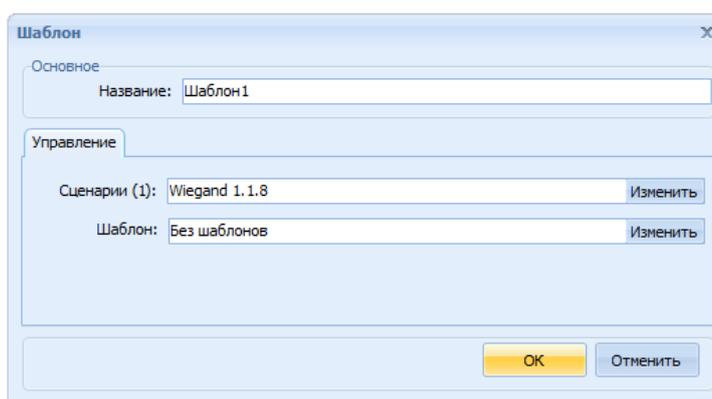

Рис. 27 Окно **Шаблон управления**
3. В открывшемся окне **Шаблон** заполнить следующие поля (Рис. 27):